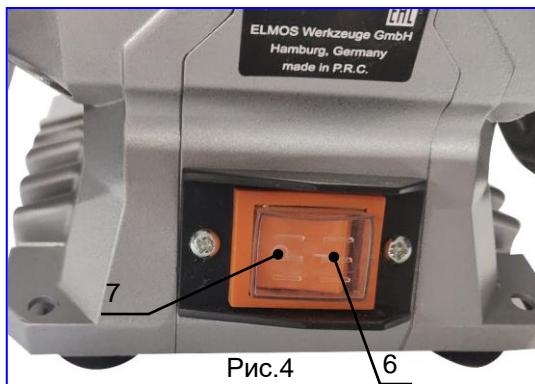

Рис.4
- Для включения станка переведите клавишу в положение «I» (поз.6, рис.4).
- При перерывах в работе станок выключайте переводом клавиши выключателя в положение «0» (поз.7, рис.4).